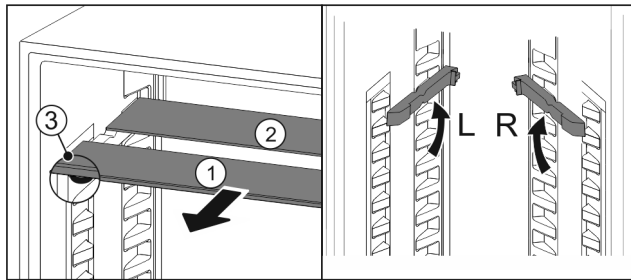

Fig. 34
- ▶ Издърпайте Fig. 34 (1) поотделно стъклените плочи напред.
- ▷ Стъклената плоча Fig. 34 (1) с декоративната лайстна е отпред.
- ▷ Ограничителите Fig. 34 (3) сочат надолу. Уреди с фризерно отделение.\*